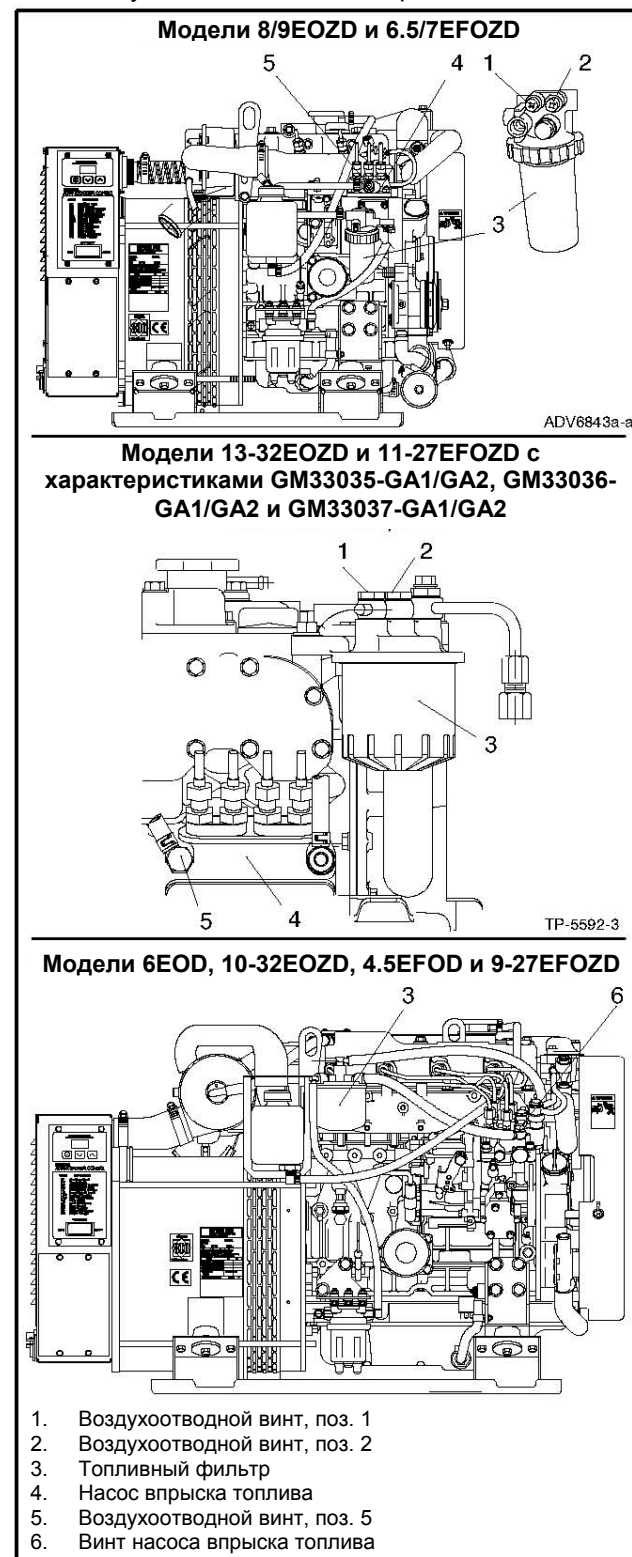

Рисунок 4-4 Топливная система (стандартная)
1. Ослабить винт поз. 1 топливного фильтра. См. Рисунок 4-4.
1. Ослабить винт насоса впрыска топлива. См. Рисунок 4-4.